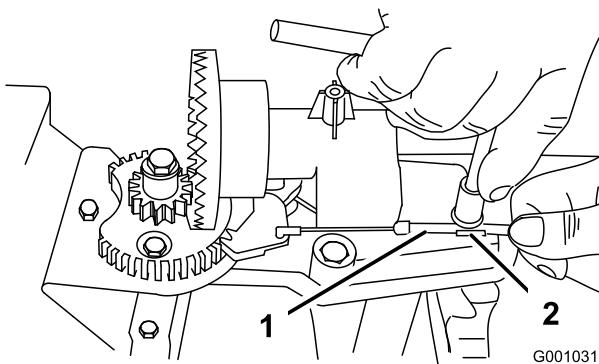
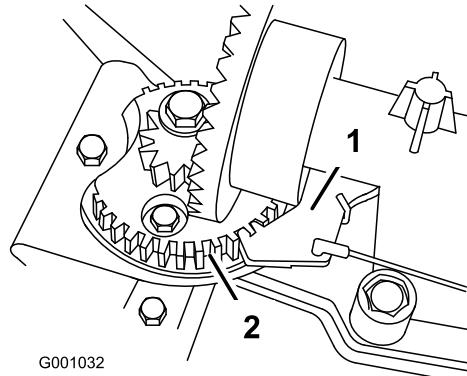

Figura 47
Figura 48
2. Allentate il bullone sul serrafile per cavi (Figura 47).
3. Afferrate la guaina del cavo e spostatela verso la parte anteriore della macchina finché il fermo del cammino di scarico non s'innesta completamente nei denti degli ingranaggi (Figura 47 e Figura 48).
Nota: Il fermo a molla si inserisce automaticamente tra i denti degli ingranaggi (Figura 48).